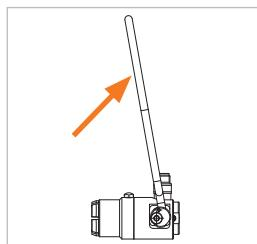

Abbildung 3
- Klappen Sie die Betätigungshebel (Pos. 1) nach oben (Abbildung 3).